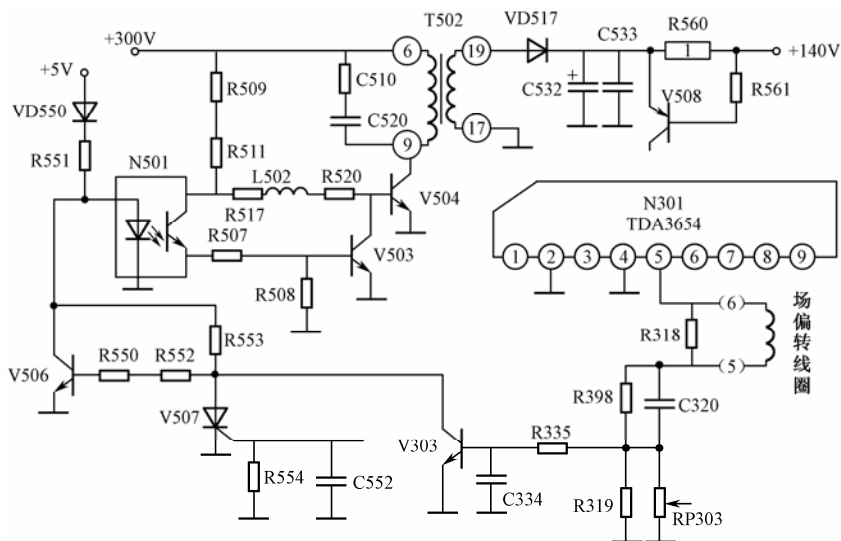

图 6-9 场输出过流保护
⑥ 场输出过流保护 当场输出电路发生短路故障时会造成水平一条亮线,长时间开机 会灼伤显像管的荧光粉。该机的场输出保护电路由 R319、R335、V303、V506、V507 等元 器件构成,如图 6-9 所示。当场输出级短路时,取样电阻 R319 两端电压升高,经 R335 加 至三极管 V303 的基极,使之导通,将待机控制管 V506 的基极钳位于低电平, V506 截止, 光电耦合器 N501 导通,三极管 V503 饱和,对电源开关管 V504 基极电流分流,开关电源 停振,起到保护显像管的作用。